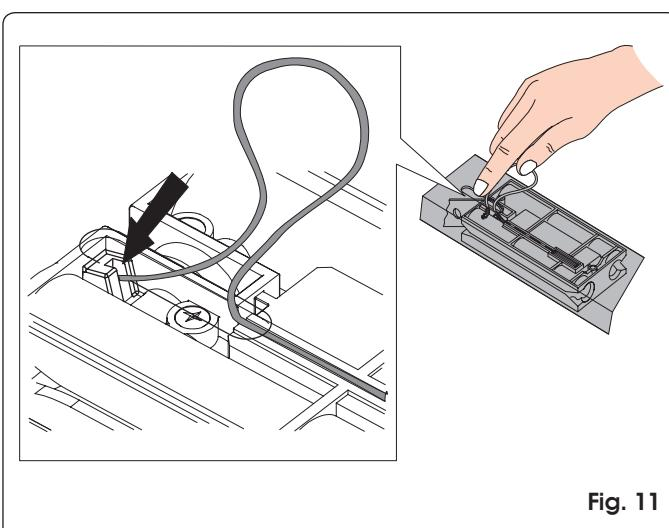

Fig. 11
- 3) Arretrare il carrello verso il gruppo innesto trazione fino a far corrispondere il foro passante sul carrello con l'asola ed infilare il cavo sguainato (Fig. 11).